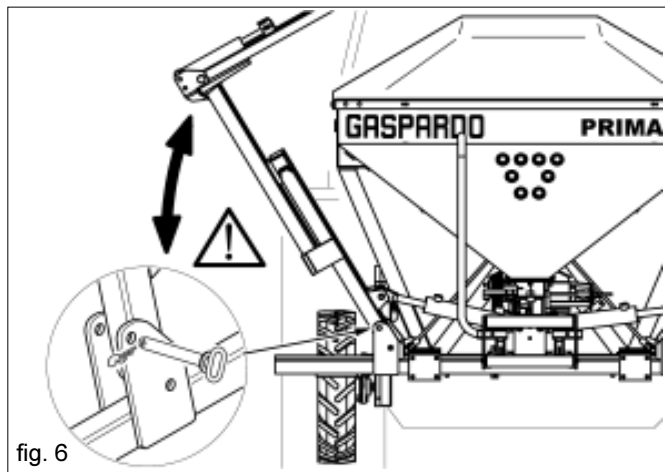

fig. 6
- 35) Les déplacements en dehors de la zone de travail doivent avoir lieu avec l'équipement en position de transport et avec les sécurités appropriées activées (Fig. 6).